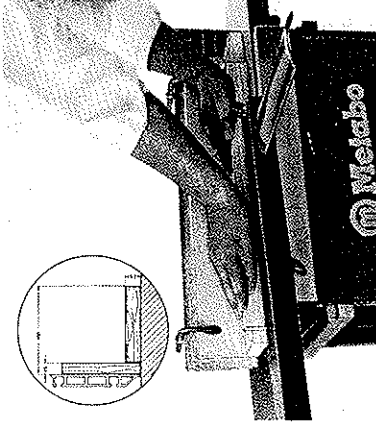

Bild 10
Zum Abrichten schmaler Werkstücke muß man am Anschlag (6) einen Winkel-Hilfsanschlag anbringen (Profil etwa wie in der Skizze in Bild 10).